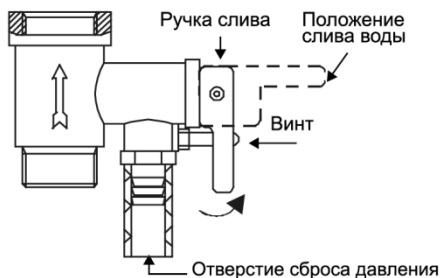

Рисунок 5
совпадало с направлением стрелки на корпусе клапана. На отверстие сброса давления предохранительного клапана (см. рисунок 5) оденьте дренажную трубку* для отвода воды (возможно появление при нагревании) в канализацию (трубку необходимо направить строго вниз и запрещено перегибать её).
- открутить винт обратного предохранительного клапана и перевести ручку в горизонтальное положение, из отверстия предохранительного клапана должна потечь вода (см. рисунок 5).